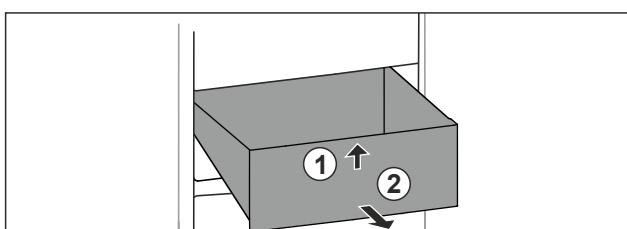

Fig. 59
- ▶ Schubfach vorne anheben. Fig. 59 (1)
- ▶ Schubfach nach vorne entnehmen. Fig. 59 (2)